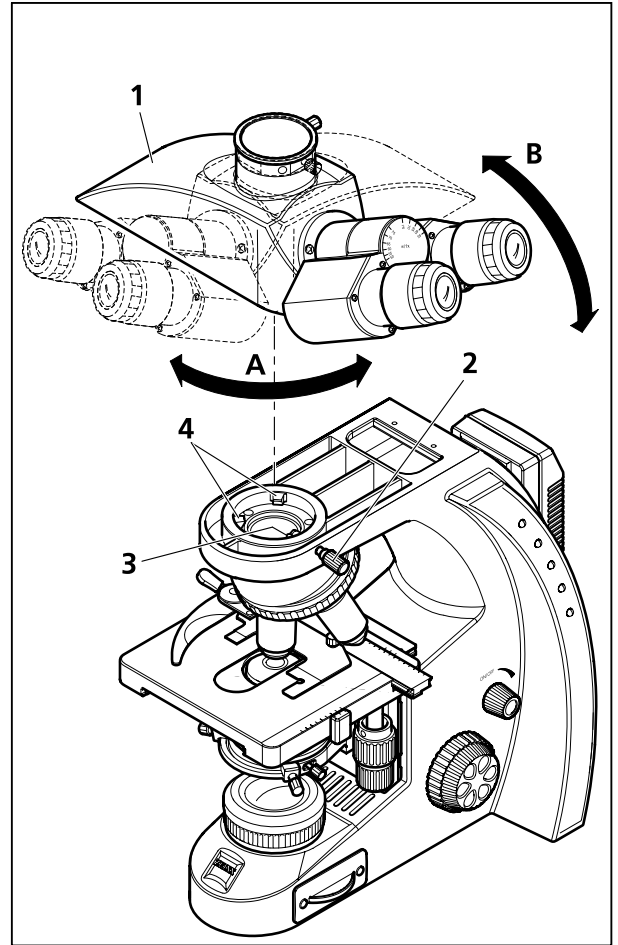

Figura 26 Cambiar el tubo
- Aflojar el tornillo de apriete (Figura 26/2), girar el tubo existente (Figura 26/1) en aprox. 90° hacia la derecha (Figura 26/A), inclinarlo ligeramente hacia arriba y quitarlo (Figura 26/B).
- Insertar el tubo a montar (los oculares indican hacia la derecha) en el estativo, introduciéndolo en posición ligeramente inclinada con su cola de milano anular bajo los dos elementos de retención (Figura 26/4).
- Luego, colocar el tubo en posición horizontal sobre el estativo. En ello, la ranura en el lado inferior del tubo tiene que encontrarse encima del tercer elemento de retención (Figura 26/3) del estativo.
- Girar el tubo en 45° hacia la izquierda (los oculares indican hacia adelante), alinearlos con respecto al estativo y apretar el tornillo de apriete (Figura 26/2).